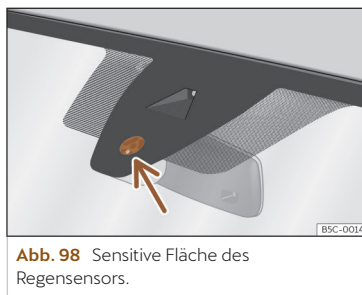

Abb. 98 Sensitive Fläche des Regensensors.
Mögliche Ursachen für Störungen und Fehlinterpretationen im Bereich der *sensitiven Fläche* >>> (**Abb. 98**) des Regensensors sind u.a.:
- **Schmutz:** Trockener Staub, Wachs, Scheibenbeschichtungen (Lotuseffekt) oder Waschmittelnrückstände (Waschstraße) können den Regensensor tendenziell unempfindlicher machen oder später, langsamer oder gar nicht mehr reagieren lassen. Die Sensorfläche des Regensensors >>> (**Abb. 98**) (Pfeil) regelmäßig reinigen und die Scheibenwischerblätter auf Beschädigungen prüfen.